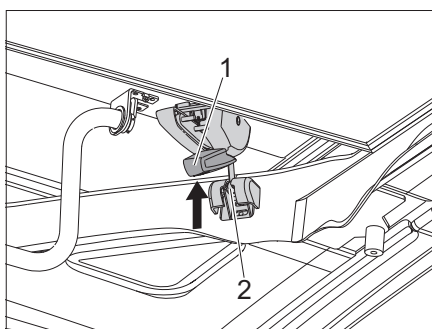

Figura 52 Apretar el bloqueo
- ▷ Antes de iniciar el viaje, verifique que los ganchos de cierre de los dispositivos de bloqueo (Figura 52,1) a la izquierda y a la derecha están correctamente tensados. Si es necesario, ajuste el dispositivo de bloqueo de acuerdo con las instrucciones del fabricante SCA.
- Empujar el perno (Figura 52,2) en el soporte.
- Presionar los cierres (Figura 52,1) de la izquierda y de la derecha hacia arriba.
- Verificar que el perno (Figura 52,2) no tenga juego.